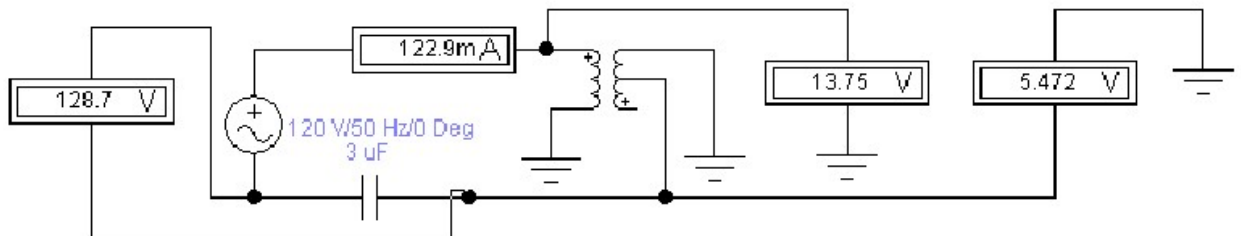

Рис. 2.6.5. Схема підключення трансформатора із послідовно з'єднаними котушками до джерела разом з конденсатором
2. Накреслити схему підключення до джерела послідовного з'єднання котушок разом з конденсатором  $C=3$  мкФ (рис. 2.6.5) та вказати на них розраховані параметри котушок.